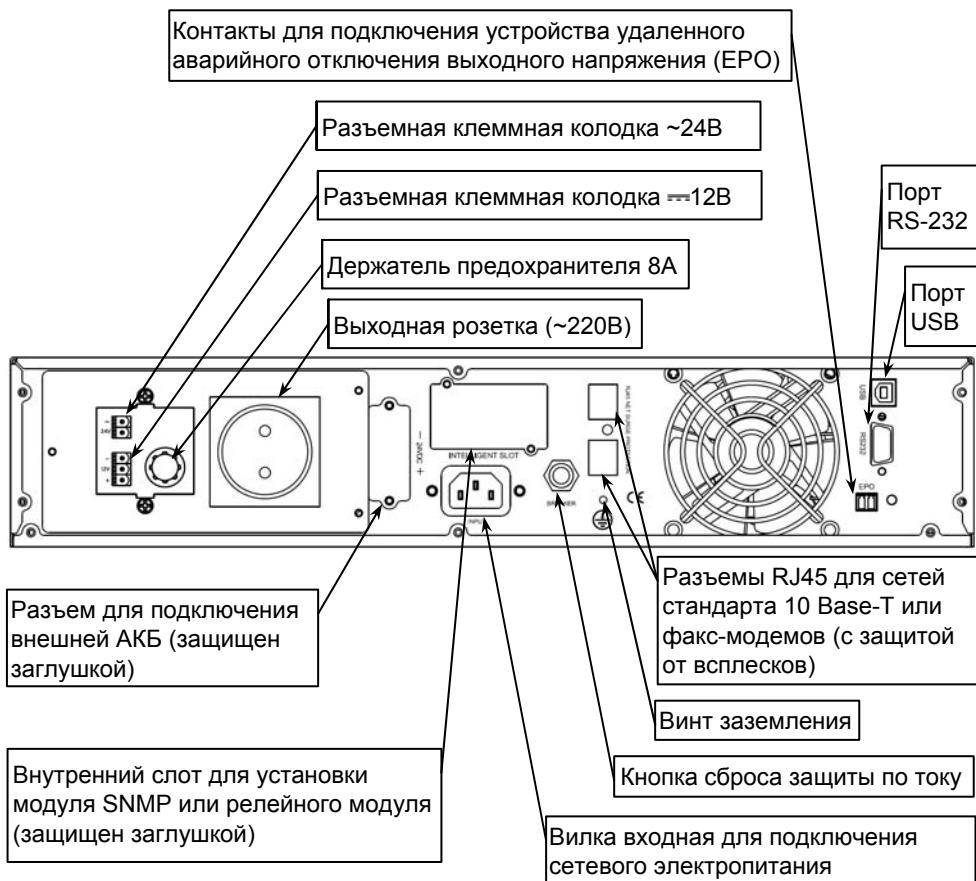
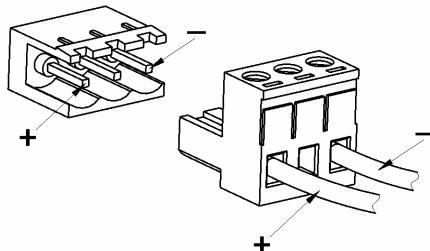

Рисунок 2 – Общий вид задней панели изделия
Рисунок 11. Пример подключения нагрузки к выходу =12В
**На задней панели изделия** расположены: входной и выходные разъемы, разъем для подключения внешней аккумуляторной батареи, кнопка сброса срабатывания защиты по току (срабатывание защиты происходит при превышении уровня входного тока выше допустимого), вентиляторы охлаждения и разъемы коммутационных портов (см. рисунок 2).
Разместите изделие в шкафу и закрепите его на передних стойках. Соедините винт заземления изделия (см. рисунок 2) с контуром заземления телекоммуникационного шкафа перемычкой заземления (в комплект поставки не входит).
- Подключить к выходным розеткам изделия кабели питания нагрузок (см. рисунок 2 и рисунок 11). Для удобства подключения/отключения нагрузок к низковольтным выходам, выходные колодки для них выполнены разъемными. До подключения кабелей нагрузок к изделию следует выключить нагрузки.